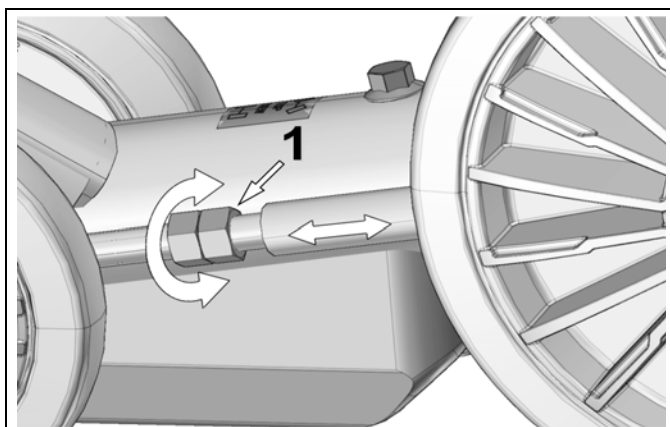

Abbildung 24
Gegenmutter lösen und Einstellmutter (1) zur Einstellung der Kettenspannung drehen. Siehe Abbildung 24.